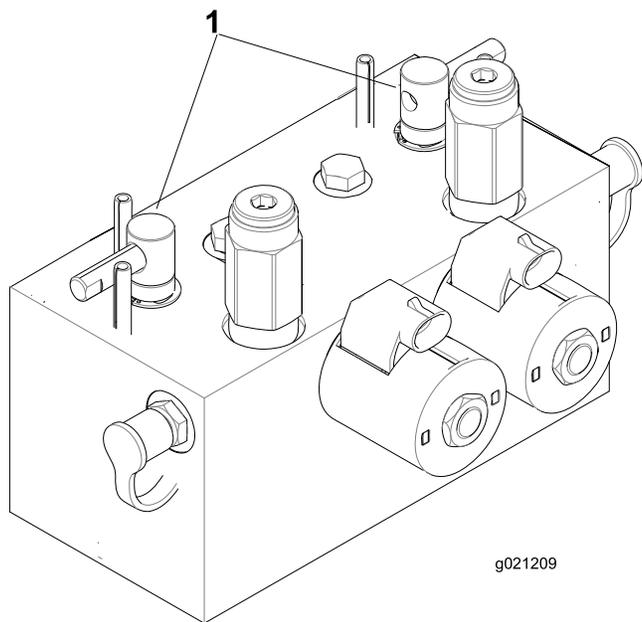

Рисунок 79
2. Разблокируйте и поднимите сиденье для доступа к рычагам обратного вращения (Рисунок 79).
каких режущих блоков необходимо произвести (Рисунок 79).